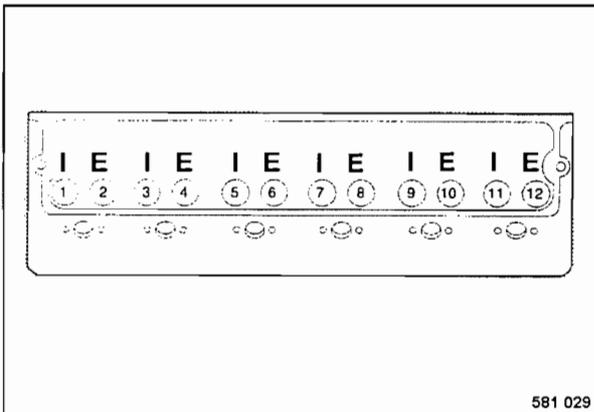

Fig. 90
- Girar el cigüeñal en sentido normal hasta solaparse las válvulas del cilindro no. 6 (Fig. 90).